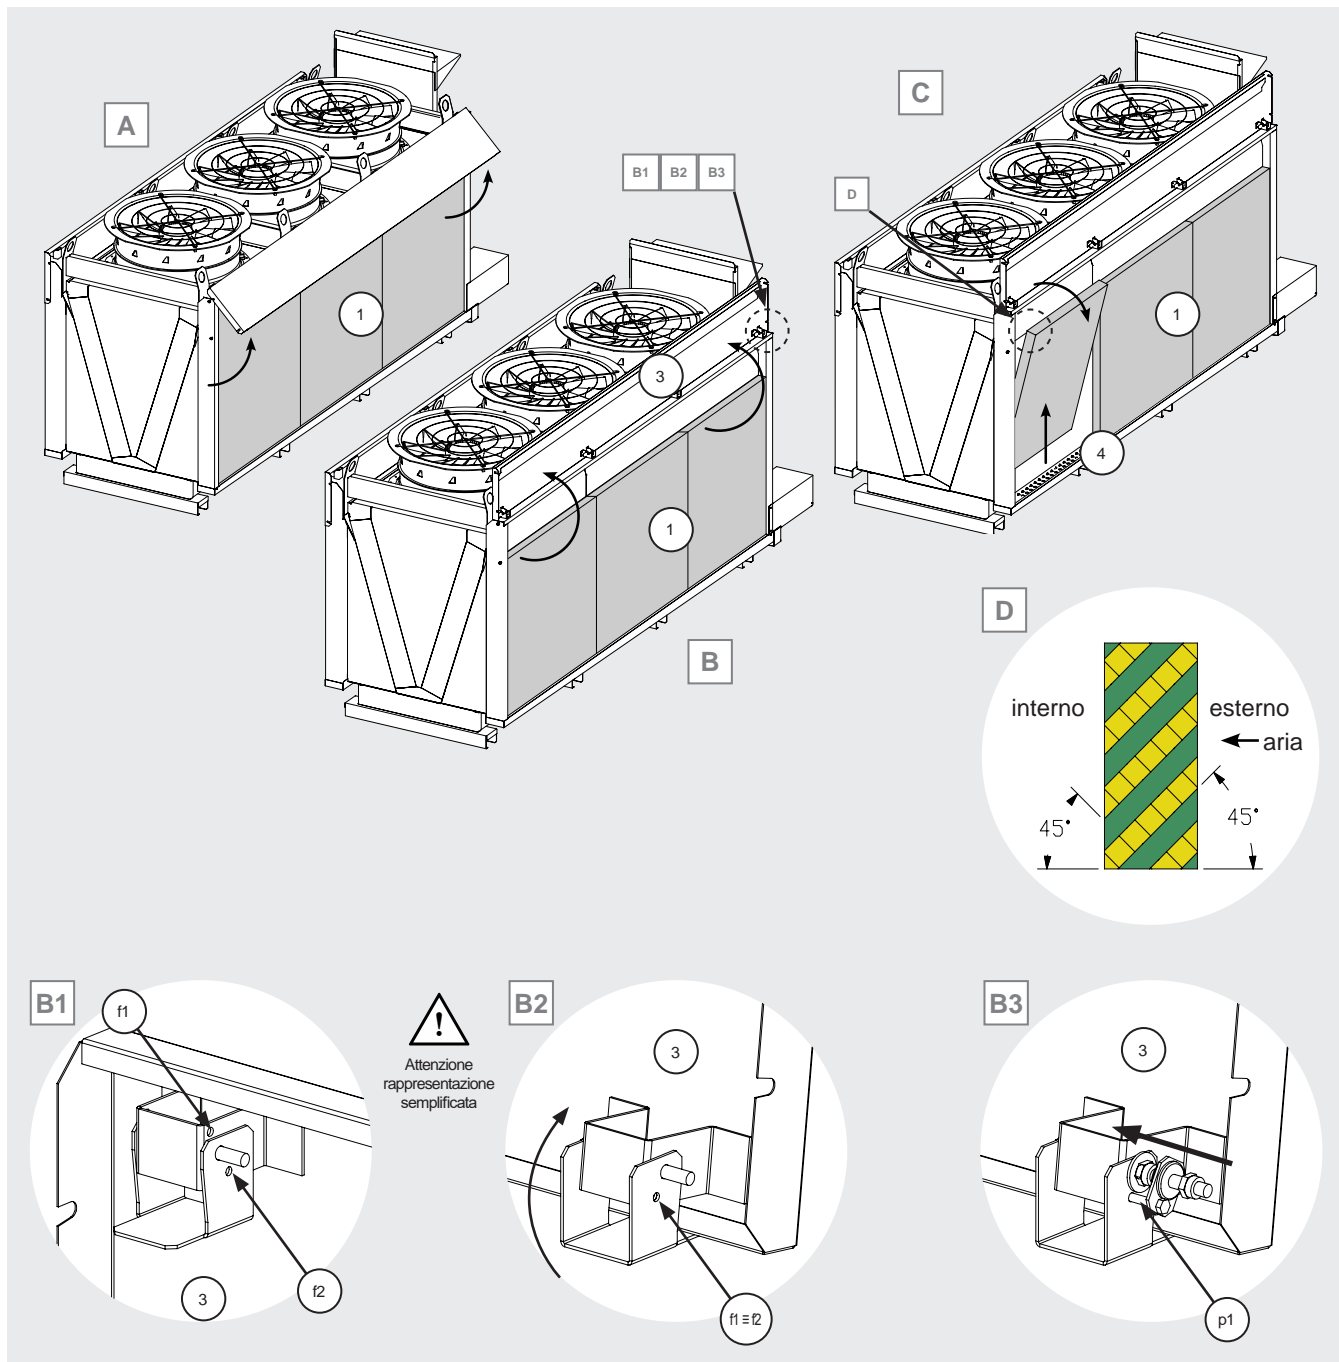
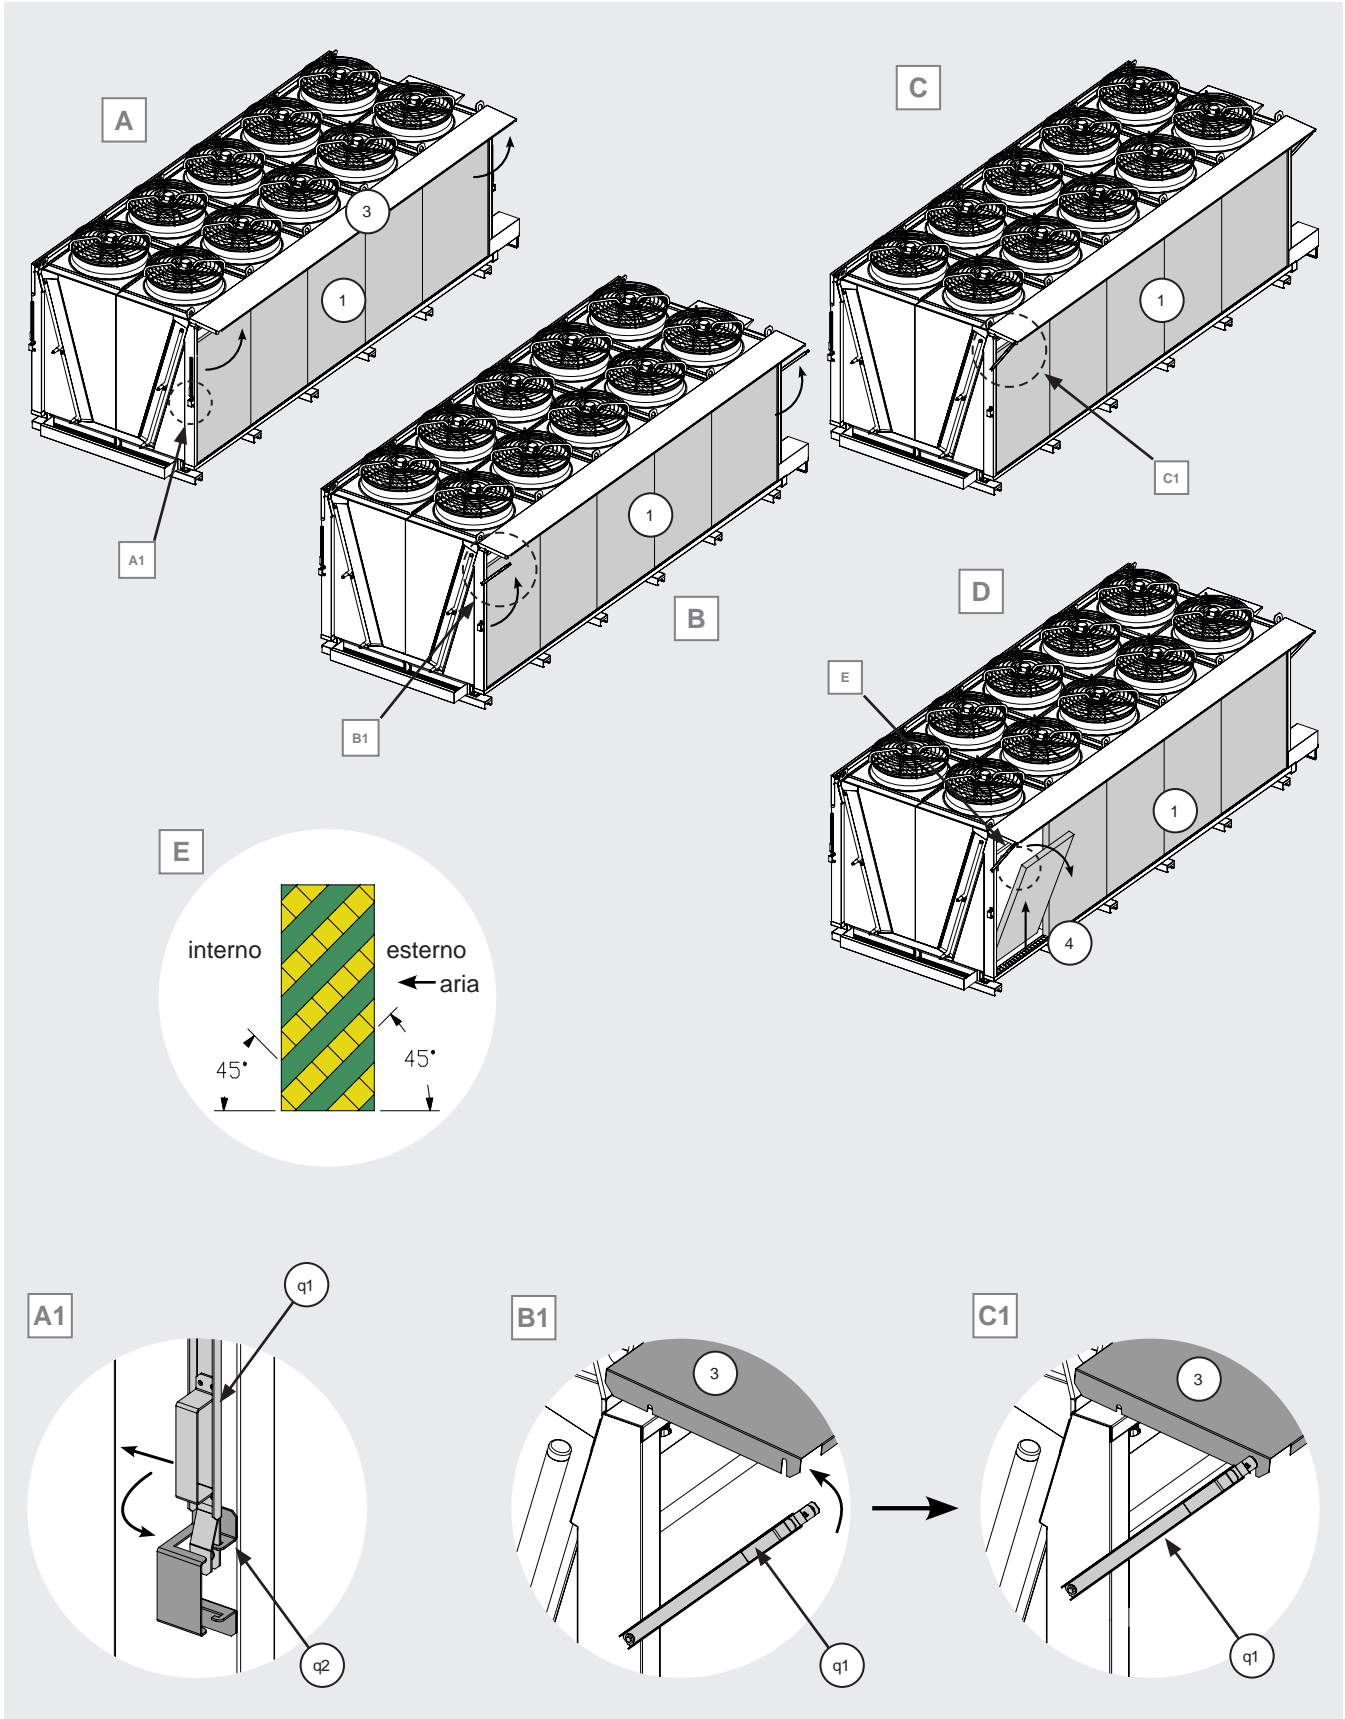

Figura 21
Figura 22
Sollevare il coperchio (3) del vano ugelli. V. Figura 21 A e B. Prestare attenzione ai particolari di Figura 21 B1, B2, B3. La Figura 21 B1 e la Figura 21 B2 sono semplificate per motivi esplicativi. Si osservi la Figura 21 B1: una cerniera di all'estremità del coperchio (3) è dotata di un sistema che impedisce al coperchio (3) di chiudersi accidentalmente. La cerniera è dotata di n. 2 fori (f1) ed (f2). Ruotare il coperchio (3) fino a far combaciare i due fori, come da Figura 21 B2. A questo punto, inserire il perno (p1) nei due fori e bloccare in posizione il coperchio (3). Prima di operare sul modello, assicurarsi che il coperchio (3) sia stabilmente in posizione e non possa richiudersi accidentalmente. Pericolo di urto con mani o testa.
Sollevare il coperchio (3) del vano ugelli. Vedi Figura 22 A e B. Sganciare la staffa (q1) dal supporto (q2) e ruotarla verso l'alto, vedi Figura 22 A1. Inserire il perno della staffa (q1) nell'apposita asola del coperchio (3), vedi Figura 22 B e C e i dettagli B1 e C1. Bloccare il coperchio (3) in posizione. Prima di operare sul modello, assicurarsi che il coperchio (3) sia stabilmente in posizione e non possa richiudersi accidentalmente. Pericolo di urto con mani o testa.
- 12.11.9 Estrarre i pannelli esterni (1): sollevarli verticalmente per farli uscire dalla guida inferiore (4) e quindi tirarli verso l'esterno. Vedi Figura 21 C e Figura 22 D. Prestare attenzione al verso di installazione dei pannelli, si veda la Figura 21 D e Figura 22 E.